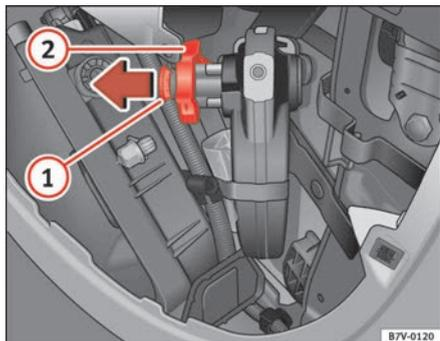

Fig. 135 Ubicación del enganche para remolque
- Abra la cerradura girando la llave ⇒ fig. 135 (1) en el sentido de las agujas del reloj.
- Extraiga completamente la rueda (2) en dirección de la flecha y gírela en dirección de las agujas del reloj hasta el tope.